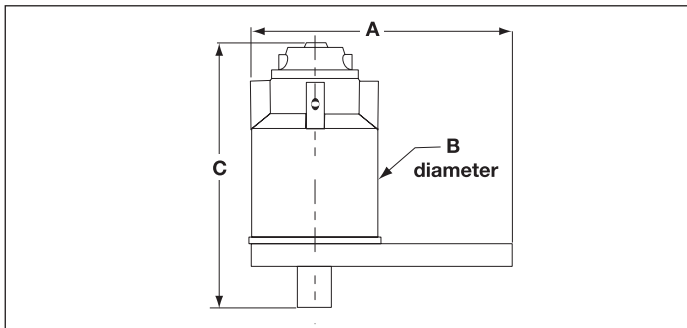

**Fig. 1, Byte av Reaktionsplatta**
En kontrollerad skäruteffektsdrivtapp (fig. 1, nr 4) skyddar interna komponenter i händelse av att maximal uteffektskapacitet överskrids. Denna överbelastningsfunktion orsakar brott i drivenheten när uteffekten överskrider från 103 % till 110 % av den nominella uteffektskapaciteten. En utbytesdrivenhet medföljer momentmultiplikatorn (E391, E392, E393, E492, E493, E494, E495). (Beställ ytterligare reservdelar från din Enerpac-distributör).
3. Montera rätt storlek av honfyrcantshylsa på momentmultiplikatorns fyrkantiga uteffektsdrivenhet (fig. 1, nr. 4) Placera hylsa och momentmultiplikator på fästet som ska dras åt.